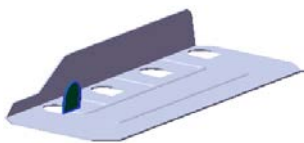
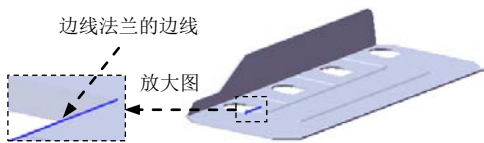

图 13.2.49 边线一法兰 2
图 13.2.50 边线法兰的边线
Step10. 创建图 13.2.49 所示的钣金特征——边线—法兰 2。
(1) 选择命令。选择下拉菜单 **插入(I)** → **钣金(B)** → **边线法兰(E)...** 命令（或单击“钣金”工具栏中的  按钮）。
(2) 定义特征的边线。选取图 13.2.50 所示的模型边线为生成的边线法兰的边线。
(3) 定义法兰参数。
① 定义法兰角度值。在 **角度(A)** 区域的  本框中输入角度值 90.0。
② 定义长度类型和长度值。在“边线法兰”对话框 **法兰长度(L)** 区域的  下拉列表中选择 **给定深度** 选项，在  文本框中输入深度 1.0。
③ 定义法兰位置。在 **法兰位置(N)** 区域中单击“折弯在外”按钮 。
(4) 单击  按钮, 完成边线法兰 2 的初步创建。